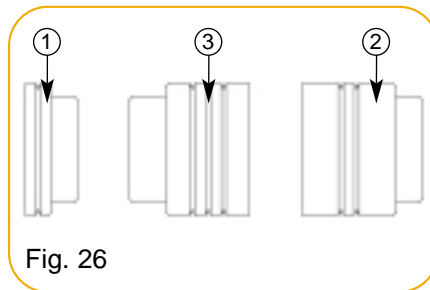

Fig. 26
Il se compose de 6 entretoises (3 paires). Elles sont facilement identifiables par leur nombre de rainures : ①, ② et ③ (fig. 26).
The set is made up of 6 spacers (3 pairs). They can easily be identified by their number of grooves : ①, ② and ③ (fig. 26).
Es besteht aus 6 Ausgleichscheibe ( 3 Paare). : Sie sind durch ihre Anzahl von Rillen leicht identifizierbar : ①, ② und ③ (Abb. 26).
Se compone de 6 tirantes (3 pares). Son fácilmente identificables por su número de ranuras: ①, ② y ③ (fig. 26).
1. Une sélection principale obtenue par un sélecteur cranté ① agissant sur le dessus des graines et réglable en hauteur par le levier ② se déplaçant sur un secteur  $\leftrightarrow 0 \leftrightarrow$  -. Le levier basculé vers l'avant (-) baisse le sélecteur (réduction du nombre de doubles) et basculé vers l'arrière (+) remonte le sélecteur (réduction du nombre de manques). Le réglage 0 est recommandé comme base de départ car il assure dans la plupart des cas le meilleur compromis entre manques et doubles.
2. Une sélection secondaire obtenue par 2 doigts fixes ③ agissant sur le dessous des graines. Pour les graines de plus gros calibre (betteraves, épinards, comichons...) ces doigts doivent être escamotés, pour cela chacun d'eux comporte 2 trous avec goupille cavalier (fig. 26) : il peut être soulevé et maintenu hors service.
1. The main selection is obtained by a notched scraper ① acting on the upper line of the seeds, with the height adjustable by lever ② moving along a sector  $\leftrightarrow 0 \leftrightarrow$  -. When adjusted forwards (-), the lever lowers the scraper (thus reducing the number of doubles) and when adjusted backwards (+), the lever raises the scraper (reducing the number of skips). The 0 adjustment is recommended as a starting point because in most cases it provides the best balance between skipping and doubling.
2. A secondary selection is achieved by 2 fixed fingers ③ acting on the lower line of the seeds. For larger size seeds (sugarbeet, spinach, gherkins...) these fingers should be raised for this purpose each finger has 2 holes with a hairpin (fig. 26) so that they can be raised and not used.
1. Die Hauptvereinzelnung wird von einem gezähnten Abstreifer ① durchgeführt. Er ist durch Hebel ② in der Höhe verstellbar. Bei der Einstellung (-) senkt sich der Abstreifer (die Anzahl der Doppelbelegungen wird reduziert), bei Einstellung (+) hebt sich der Abstreifer und die Fehlstellen werden reduziert. Die 0-Einstellung wird als Ausgangsposition empfohlen, weil in den meisten Fällen in dieser Stellung, das beste Ergebnis erzielt wird.
2. Die sekundäre Vereinzelnung wird von zwei feststehenden Fingern ③ durchgeführt für größeren Samen (Rüben, Spinat und Gurken...) werden diese Finger nicht benötigt. Für diesen Zweck : hat jeder Finger zwei Löcher mit einer Splint (Fig. 26). Dadurch können sie außer Betrieb gesetzt werden.